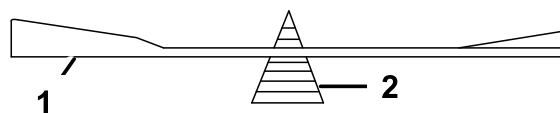

Bild 83
2. Prüfen Sie die Auswuchtung des Schnittmessers auf einer Ausgleichsmaschine (Bild 83).